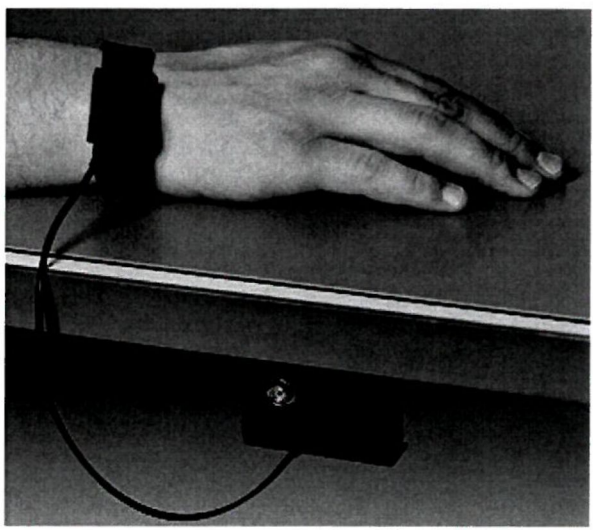

Рисунок 14 – Вид руки с антистатическим браслетом
- обернуть заземляющую полосу дважды вокруг запястья (рисунок 14) и убедиться, что липкая сторона полосы прилегает к коже;